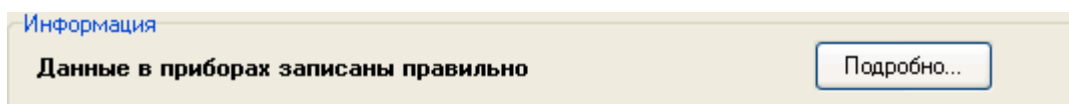

Рисунок 6-898 Сообщение о данных идентификатора, для которого информация в БД соответствует хранимой в приборах конфигурации
- для тех идентификаторов, информация в базе данных которых соответствуют хранимой в приборах конфигурации, отображается пометка «данные в приборах записаны правильно» (см. Рисунок 6-898), а в списке паролей записи остаются отображенными черным цветом;